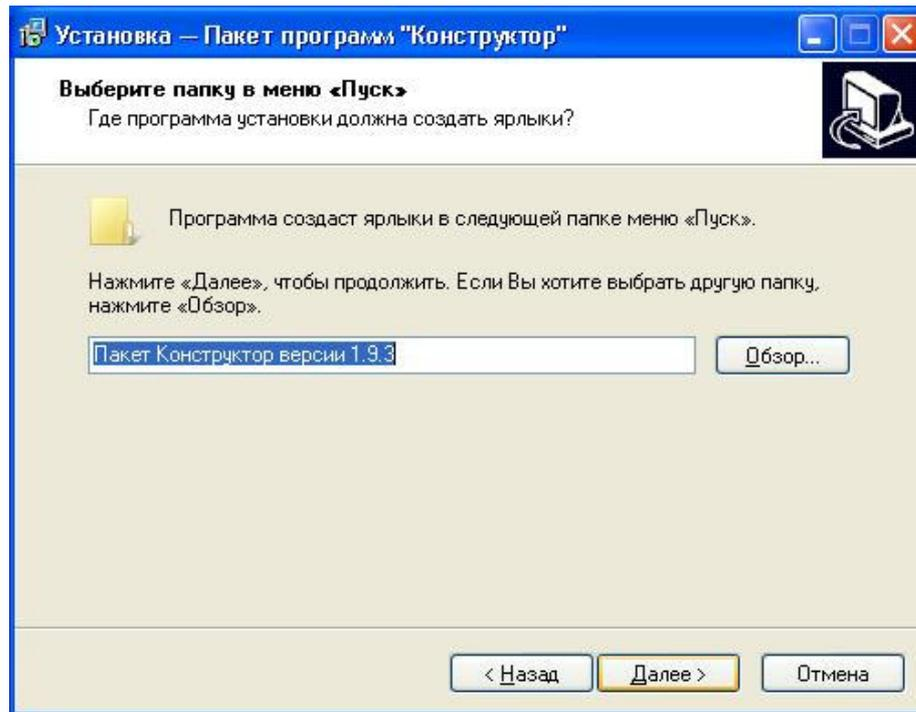
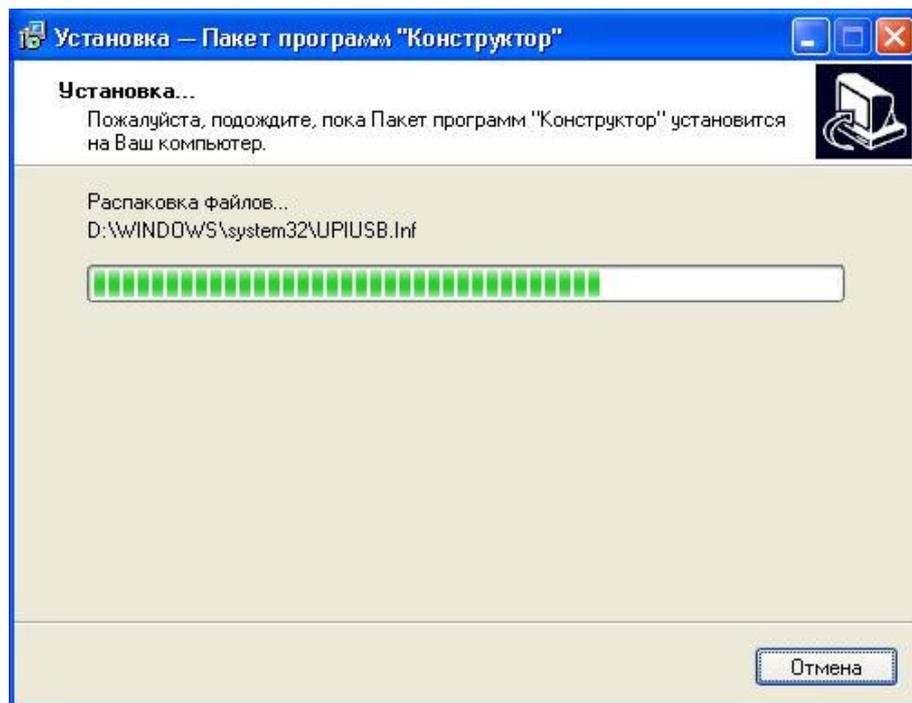

Рисунок 2.7
Рисунок 2.9
2.2.5.6 С помощью окна «Установка - Пакет программ «Конструктор» (рисунок 2.7) в меню «Пуск» в разделе «Программы» создается каталог с ярлыками для запуска программ, входящих в ПО УФК. Название каталога можно отредактировать в соответствующей строке. Нажатием кнопки «Далее» открывается окно в соответствии с рисунком 2.8. Нажатием кнопки «Установить» производится запись ПО УФК. При этом открывается окно (рисунок 2.9), где отображается последовательная инсталляция программ ПО УФК.